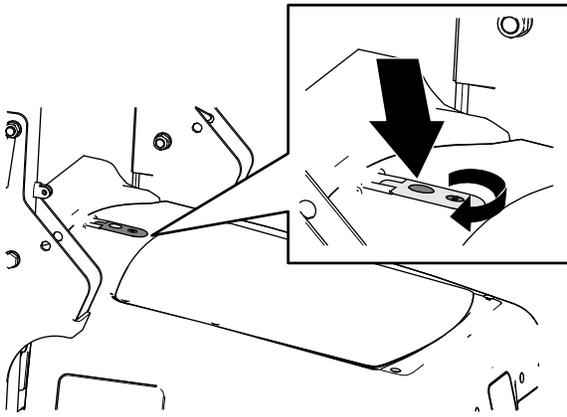

Bild 2
1. Stecken Sie den Motorhauben-Schlüssel in das Schloss für die Motorhaube und drehen ihn um 90° nach links (Bild 2).
2. Entriegeln Sie die Motorhaubenriegel durch Drücken des Knopfes am Motorhaubenriegel (Bild 2).